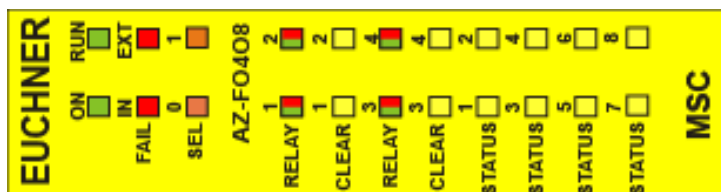

Figure 23:
8.3.11. Module AZ-F04F08 (Figure 23)